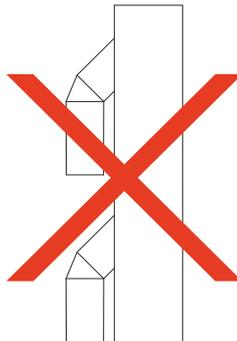
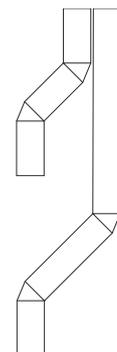

Figura 5
Figura 6
- La salida de humos no debe ser compartida con otra, ver figura 5. Se debe separar a lo largo de toda su longitud y tener su propio tiro de chimenea independiente, ver figura 6.